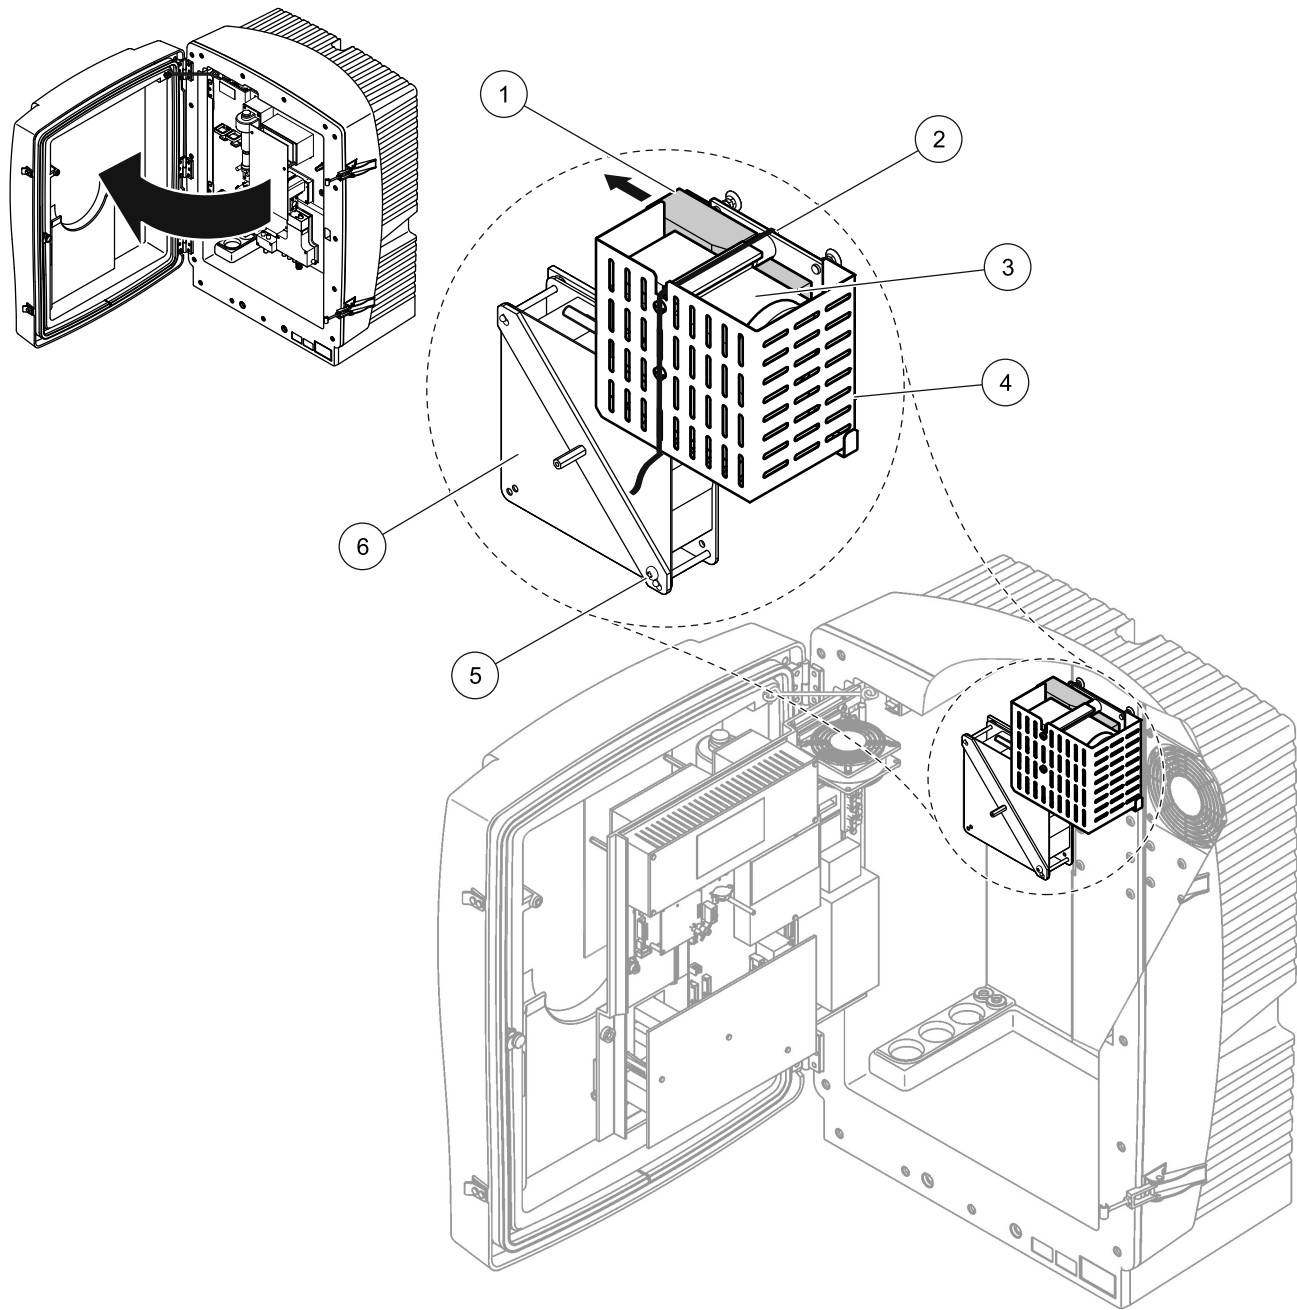

図 10 コンプレッサ の輸送 ロックの 取外し ¹
3. ケーブル タイを取り外して、コンプレッサ輸送ロックを左に引き出します (図 10)。